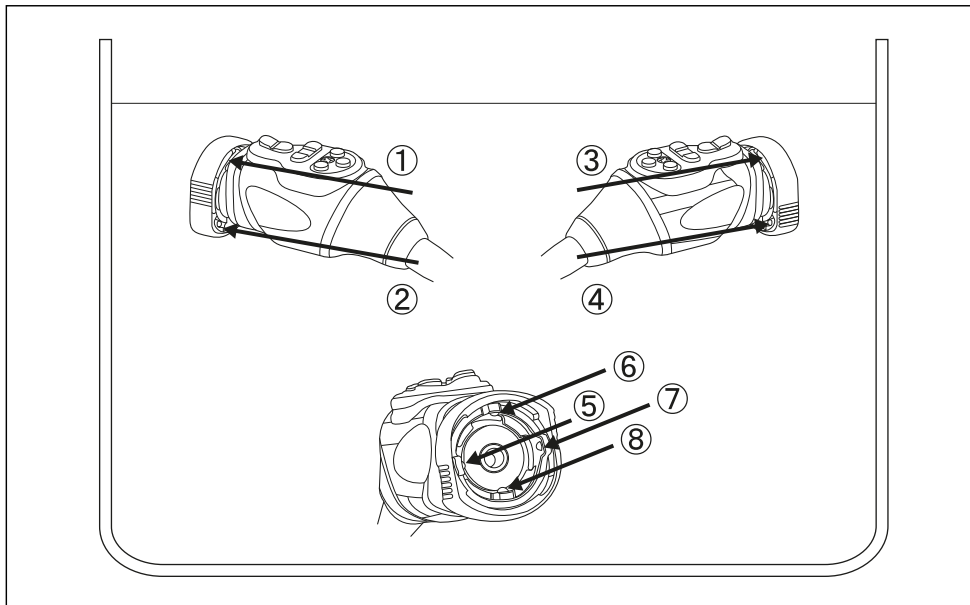

Figura 5.5
- 5 Spălați cu soluție de detergent cele 8 orificii de la montura endoscopului, indicate de săgeți, folosind seringă curată de 30 ml, în timpul scufundării în soluție de detergent. Dacă rămân resturi, spălați cu soluție de detergent până ce se elimină toate resturile. (Vezi figura 5.5)
- 3** Spălați cu soluție de dezinfectant cele 8 orificii de la montura endoscopului, indicate de săgeți, folosind seringă curată de 30 ml, în timpul scufundării în soluție de dezinfectant, până când toate bulele de aer sunt evacuate. (Vezi figura 5.5)